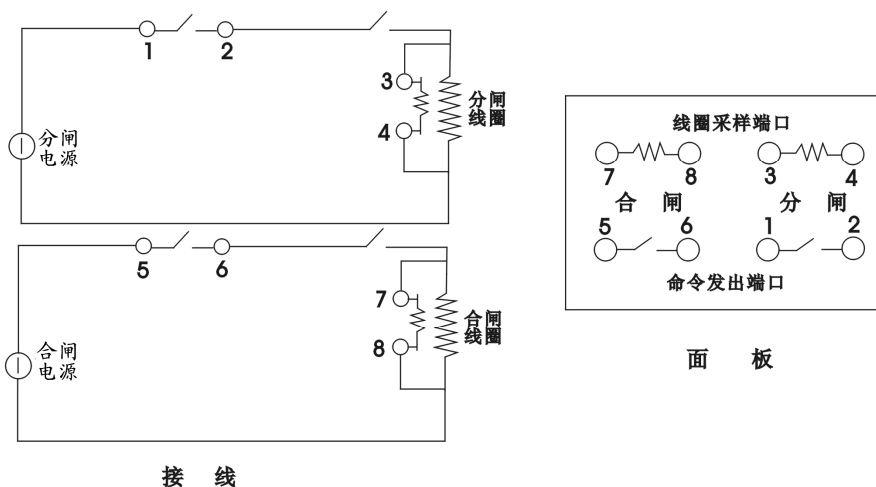

图 2
- 2、 分或合闸命令触点串于分或合回路中。(见图 2)
- 3、 线圈带电信号，与分或合线圈并联。(见图 2)